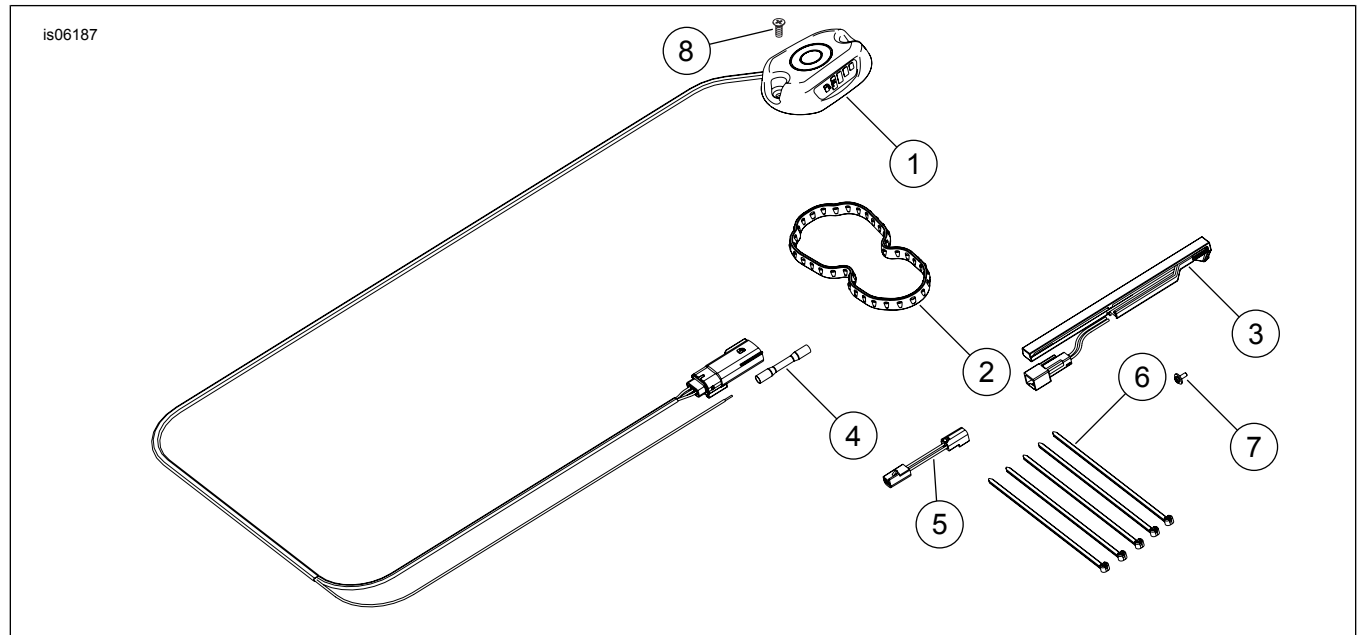

Figure 4. Circuit ouvert - 2 secondes par clignotement
Consultez Figure 4 et Tableau 1.
- a. Installez le capteur de carburant dans le module de la pompe à carburant en l'orientant comme indiqué et en plaçant la base dans le trou de montage (4) de la pompe à carburant.
- d. Fixez le capteur de niveau de carburant à la pompe à carburant avec la vis (3). Serrez la vis suffisamment pour asseoir le capteur de carburant contre la languette de montage.
- e. Faites passer le câblage du capteur de niveau de carburant sous le tuyau de carburant et connectez le capteur de niveau de carburant au connecteur de l'interrupteur de niveau bas de carburant sur le module de la pompe à carburant. Si nécessaire, utilisez le faisceau de cavaliers ( Figure 4 , article 5).
5. Consultez Figure 4 . Faites passer le faisceau de la jauge de carburant le long du guidon en suivant le câblage des clignotants, jusqu'au faisceau principal. Acheminez-le ensuite à l'intérieur du support de bobine et du boîtier du faisceau principal, en revenant le long de l'ossature centrale vers la zone du fond du siège.
8. Fixez le faisceau de la jauge de carburant et le fil orange au faisceau principal à l'aide de serre-câbles (6). Enroulez et fixez le surplus de harnais et de longueur de fil.